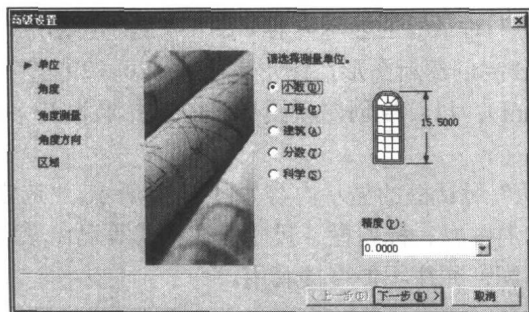
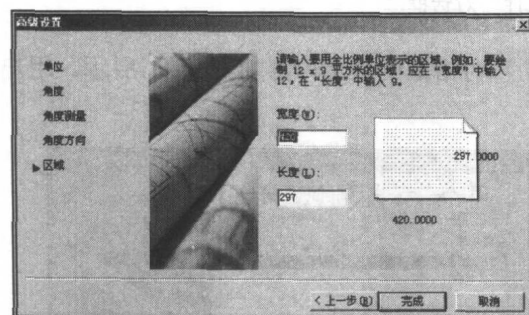

图 1-12 “高级设置”对话框中单位的设置
图 1-16 “高级设置”对话框中区域的设置
- “高级设置”选项 选择该选项,依次进入“高级设置”对话框中的“单位”、“角度”、“角度测量”、“角度方向”和“区域”设置,如图 1-12~图 1-16 所示,按需要设置长度和角度的测量单位、角度测量的起始方位、角度旋转正向以及绘图区域的大小。